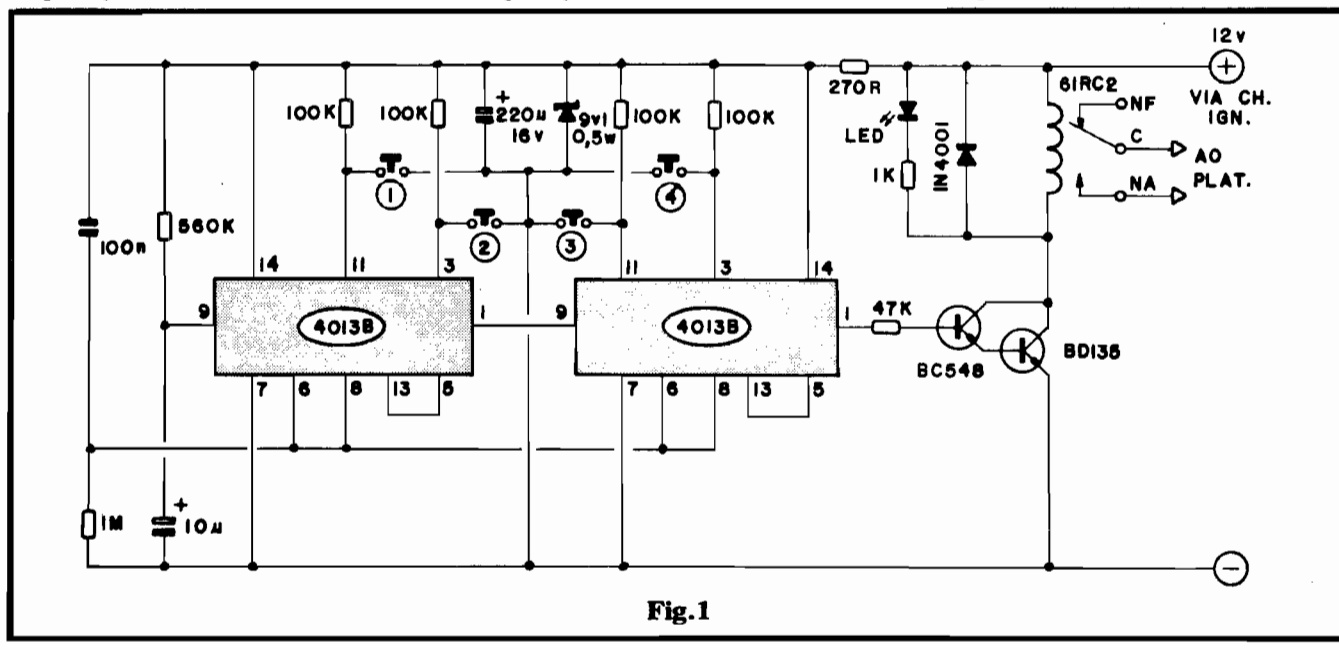

Fig. 1
- FIG. 1 - O CIRCUITO - Dois Integrados (da conhecida família "família" digital C.MOS) 4013, contendo cada um dois flip-flops ou "células de memória/contagem", formam o "coração" operacional do circuito... O uso de Integrados bastante apropriados para a função, permitiu um excelente índice de redução na quantidade dos demais componentes (o que sempre contribui para otimizar custos). As quatro células de "memória" contidas nos dois Integrados, estão eletricamente "enfileiradas" (pela inter-conexão feita através dos respectivos pinos de Entrada, Saída, Controle, etc.), porém o "trânsito" do sinal através dos quatro contadores, apenas pode se dar, de maneira efetiva, após a autorização sequencial dada através dos 4 push-buttons (pela ordem, 1-2-3-4...) que comandam as entradas de clock dos flip-flops (previamente polarizadas em "alto", por resistores de 100K...). Uma rede RC simples, formada pelo resistor de 1M e capacitor de 100n aplica um pulso em todas as entradas de SET dos 4 flip-flops, garantindo que, ao ser inicialmente energizado o circuito (pela aplicação dos 12V à linha de ali-